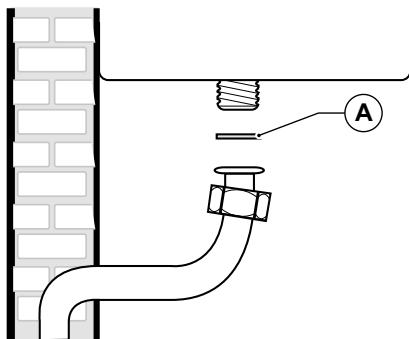

Рис. 20 Підключення газу
Підключення котла до лінії підводу газу слід ОБОВ'ЯЗКОВО здійснювати накидною гайкою із застосуванням в стиковій площині ущільнювальної прокладки (A) відповідного діаметру і з придатного для цієї мети матеріалу (див. Рис. 20 Підключення газу).